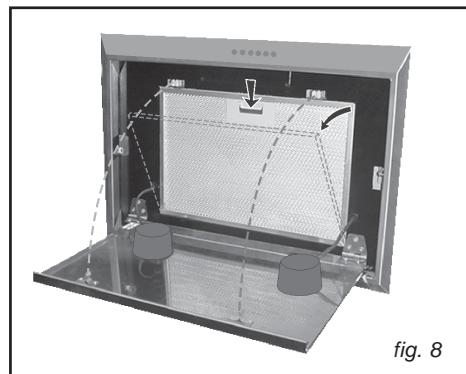

fig. 8
• **Demontering af fedtfilter (fig. 8)**
Åben metalpanelet ved at dreje det udad (fig. 8).
Fjern fedtfiltret ved at trykke på stopmekanismen og dreje det udad (fig. 8).